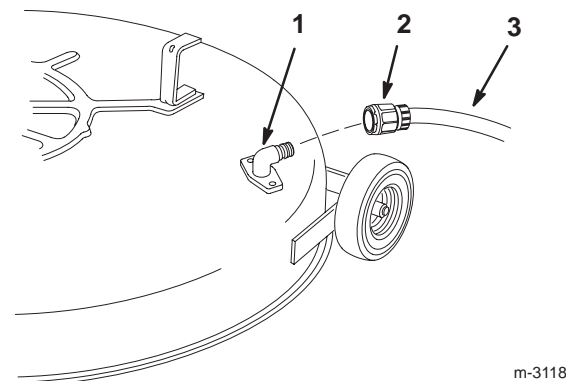

Figure 48
5. Vissez le raccord de lavage à l'embout de lavage du carter de tondeuse, et ouvrez l'eau en grand (Fig. 48).